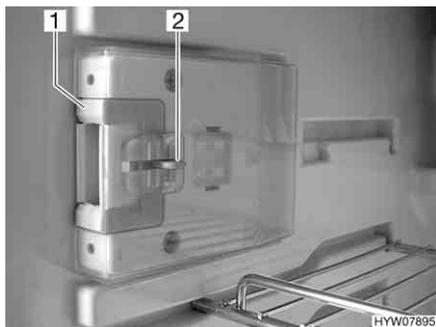
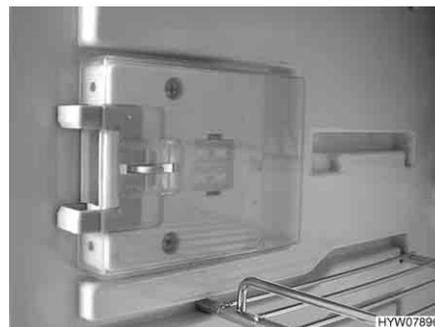

Fig. 182 Dispositivo di chiusura in posizione normale
Fig. 183 Dispositivo di chiusura in posizione di ricircolo d'aria
- Premere il dispositivo di sblocco (Fig. 182,2).
- Spingere il dispositivo di chiusura (Fig. 182,1) in avanti (Fig. 183).